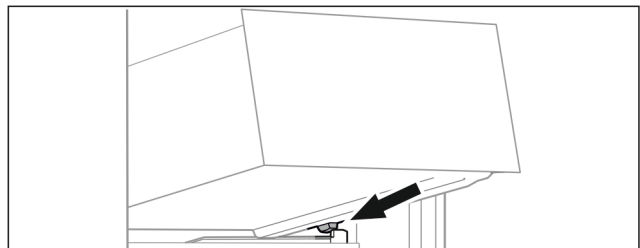

Fig. 121
- ▶ Encaje el cajón en posición inclinada por detrás de los topes del hueco. (consulte Fig. 121)